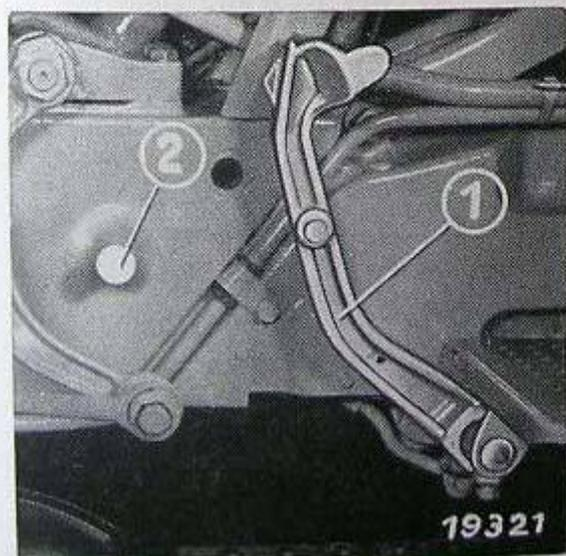

Bild 16
Das Einschalten der Zapfwellen darf nur bei ausgerückter Zapfwellenkupplung erfolgen. Zum Auskuppeln wird der Fußhebel ① bis zum Anschlag ② durchgedrückt – Bild 16 – und dann nach einer kleinen Pause der Schalthebel der Zapfwelle betätigt.